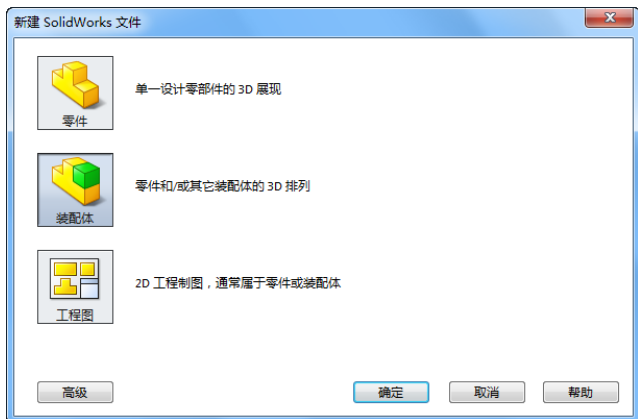

图 7-123 “新建 SolidWorks 文件”对话框
**02** 创建装配体文件。单击“标准”工具栏中的“新建”图标，此时系统弹出如图 7-123 所示的“新建 SolidWorks 文件”对话框，在其中选择“装配体”图标，然后单击“确定”按钮，创建一个新的装配体文件。